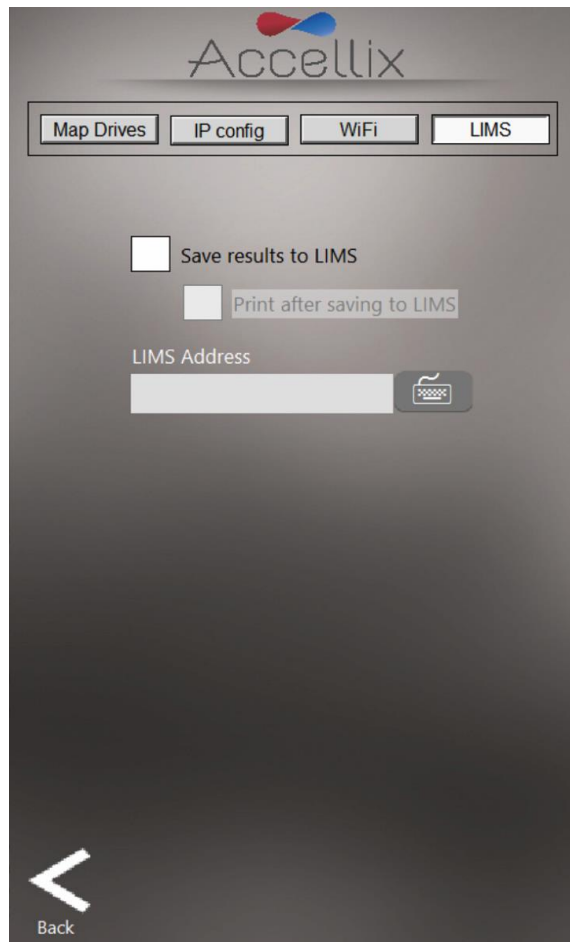

Abbildung 29: Netzworkebildschirm: Registerkarte „LIMS“
4. Um ein System für die Speicherung von Daten im LIMS-System zu konfigurieren, wählen Sie die Registerkarte „LIMS“ (Abbildung 29) aus, um das System für die Speicherung von Daten im LIMS-System zu aktivieren: